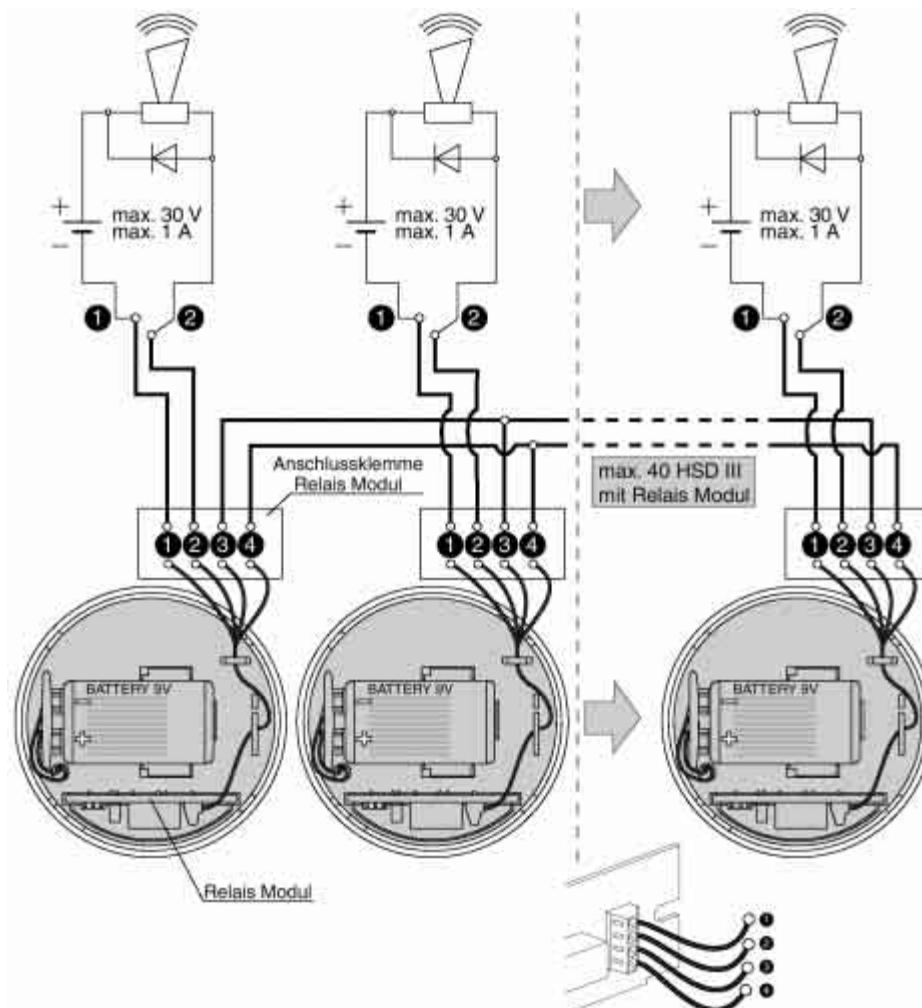
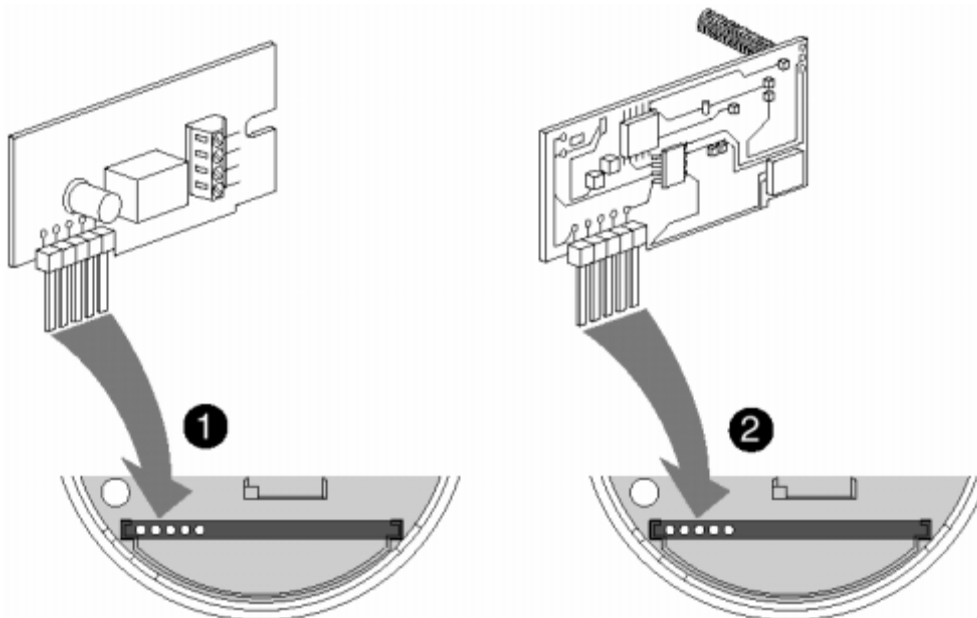

Abb.5
Abb.6 Relais-Modul
Zur Vernetzung von Rauchmeldern wird ein Relaismodul benötigt, welches als Zubehör erhältlich ist. Bis zu 40 Rauchmelder (mit Relaismodul) können mit einer verdrehten Zweidrahtleitung (z.B. Telefonkabel) nach Abb.5, untereinander verbunden werden. Die max. Leitungslänge beträgt 500 m bei einem Kupferdraht von 0,6 mm Durchmesser. Sie können darüberhinaus externe Signalmittel wie Hupen oder Warnleuchten anschließen.
- Zweidrahtleitung durch die vorgesehene Zugentlastungs-Öse führen (Abb.5) und anschließend gemäß Anschluss-Schema mit Relaismodul verbinden. Danach das Relaismodul in den dafür vorgesehenen Steckplatz vorsichtig einsetzen (Abb.6, 1).
Den Rauchmelder durch drehen nach links aus dem Sockel nehmen. Das entsprechende Modul seitlich anfassen und in den dafür vorgesehenen Steckplatz einsetzen (Abb.6).